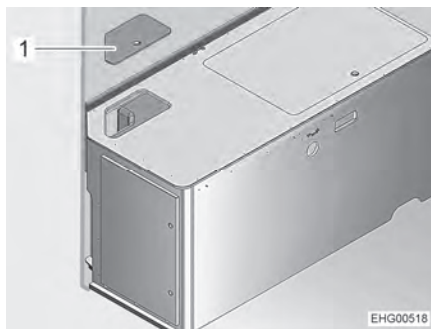

Fig. 124 Armazón de la cama a la izquierda
- Retirar la tapa de servicio (Fig. 124,1).